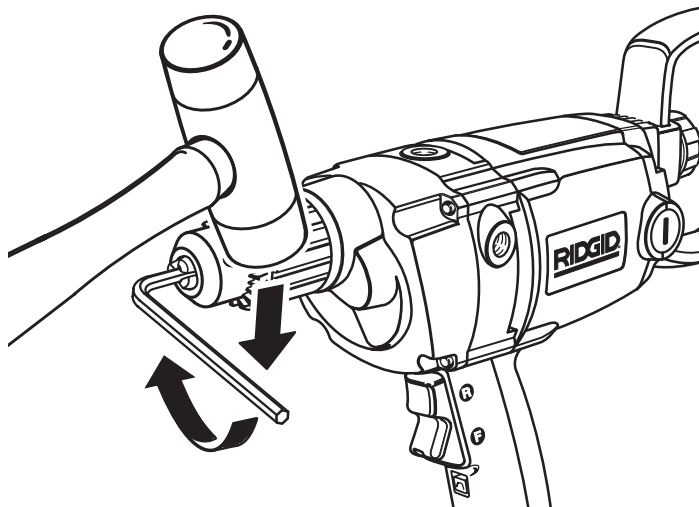

Fig. 10
Voir les figures 10, 11 et 12.
- Frapper la clé vers la droite d'un coup sec avec un maillet. Voir la figure 10. Ceci desserre la vis de fixation du mandrin et permet de le retirer facilement.
Voir la figure 10.
- Insérer la clé hexagonale dans le mandrin et serrer fermement ce dernier. Frapper la clé vers la droite d'un coup sec avec un maillet. Voir la figure 10. Ceci serre le mandrin sur la broche.